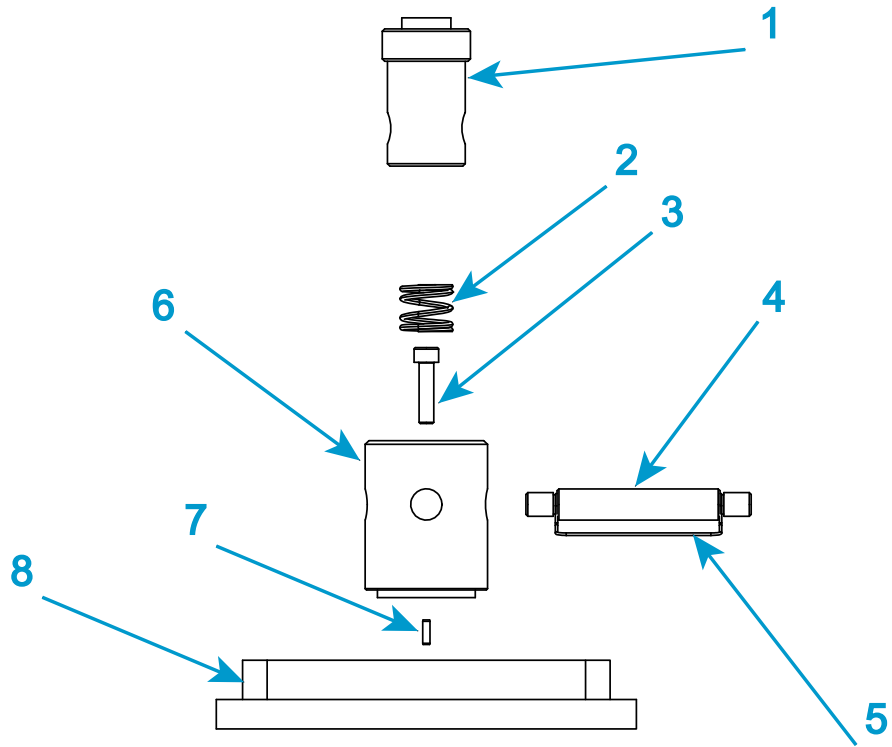

图 19.D 型底座接头
图标 图 19
1. 图 19 中仅一个方旋转销钉可见，因为第二个销钉在其后面直接对齐。